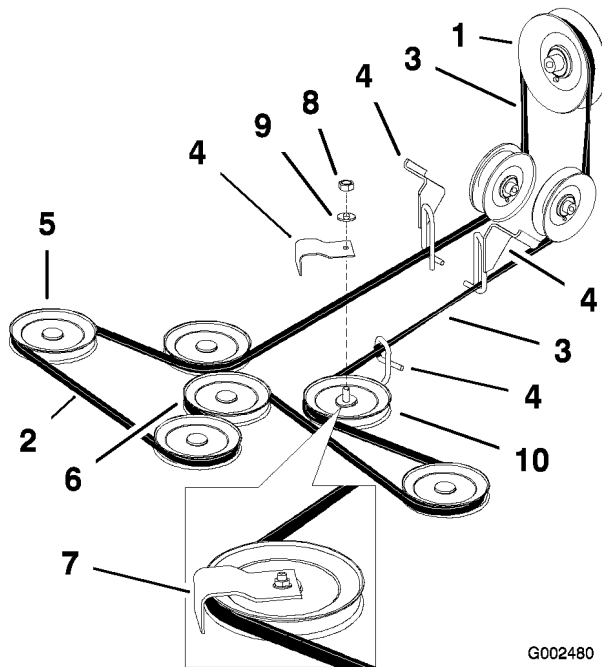

Figure 50
détendre la courroie sur la poulie de tension (Figure 50).
6. Dégagez la courroie de plateau de coupe des guides et déposez-la (Figure 50).
7. Installez la courroie neuve autour des poulies d'axe et de la poulie de tension du plateau de coupe, dans les guide-courrois, dans l'ensemble bras de tension arrière et l'embrayage (Figure 50).
Remarque: Vérifiez le vrillage de la courroie entre les poulies. Il doit être conforme aux spécifications de la Figure 50.
Important: Vérifiez le vrillage de la courroie entre les poulies. Il doit être conforme aux spécifications de la Figure 50.